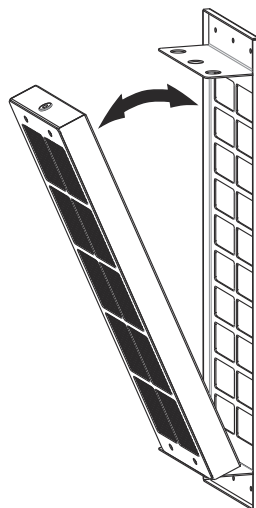

Fig. 7
3. ➔ Tag kulfilteret ud af rammen som vist på (Fig. 7).